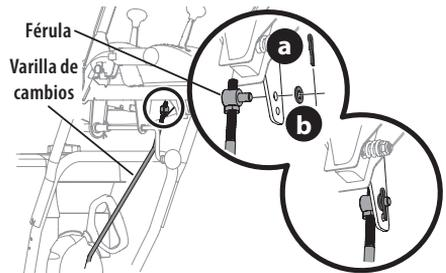

Figura 32
8. Extraiga el pasador de chaveta (a) y la arandela (b) de la férula que está en el extremo de la varilla de cambios (Figura 32, recuadro).
10. Inserte la férula en el orificio superior de la palanca de cambios y sujétela con el pasador de chaveta (a) y la arandela (b) que extrajo en el Paso 8 (Figura 32). Es posible que sea necesario ajustar la férula hacia arriba o abajo.